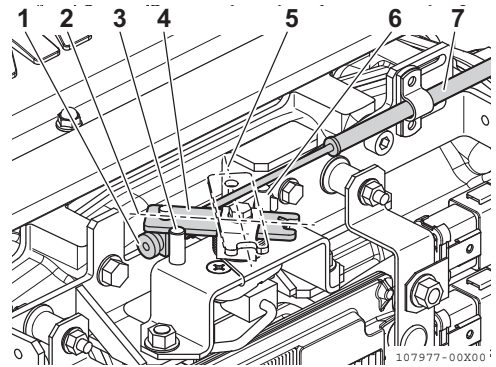

Figure 4
1. Pour ajuster, desserrez la vis d'ajustement (**Figure 4, (1)**) pour le câble de la commande à distance et réglez.
2. Ajustez en premier la position d'arrêt à basse vitesse (**Figure 4, (2)**), puis ajustez la position d'arrêt à haute vitesse (**Figure 4, (5)**), avec la vis d'ajustement sur le levier de la commande à distance (**Figure 4, (4)**).